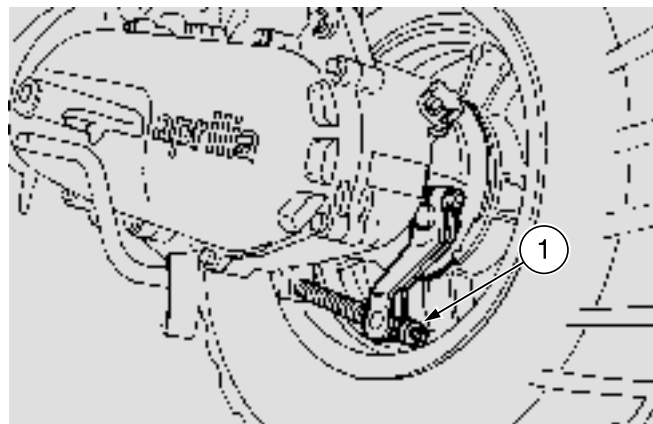

Fig. 18
- ◆ Régler le jeu en agissant sur le dispositif de réglage (1-Fig. 18).
Le vissage complet du dispositif de réglage (1-Fig. 18) indique l'usure des mâchoires; en ce cas voir page 54 (VERIFICATION DE L'USURE DES MACHOIRES).